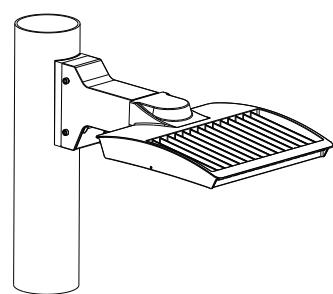

FIG. 5
4. Vérifiez l'installation pour confirmer si le luminaire est bien fixé (voir la FIG 5).